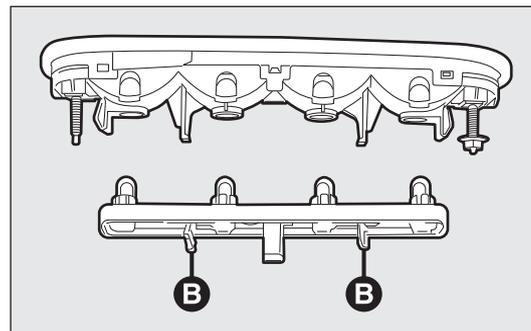

Abb. 191
- entgegengesetzt auf die Laschen B – Abb. 191 drücken und den Lampensockel herausziehen;